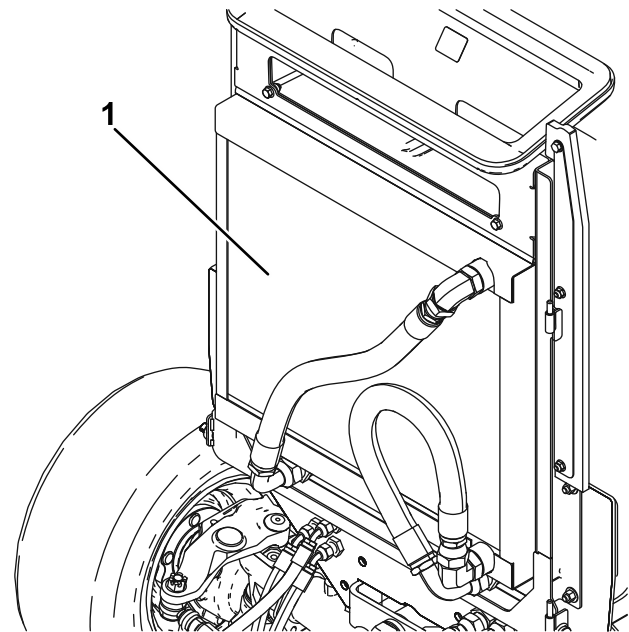

Figure 116
4. Nettoyez soigneusement les deux côtés du radiateur/refroidisseur d'huile (Figure 116) à l'air comprimé. Commencez par l'avant et soufflez les débris vers l'arrière. Nettoyez ensuite en soufflant de l'arrière vers l'avant. Répétez la procédure plusieurs fois jusqu'à ce qu'il ne reste plus aucun débris